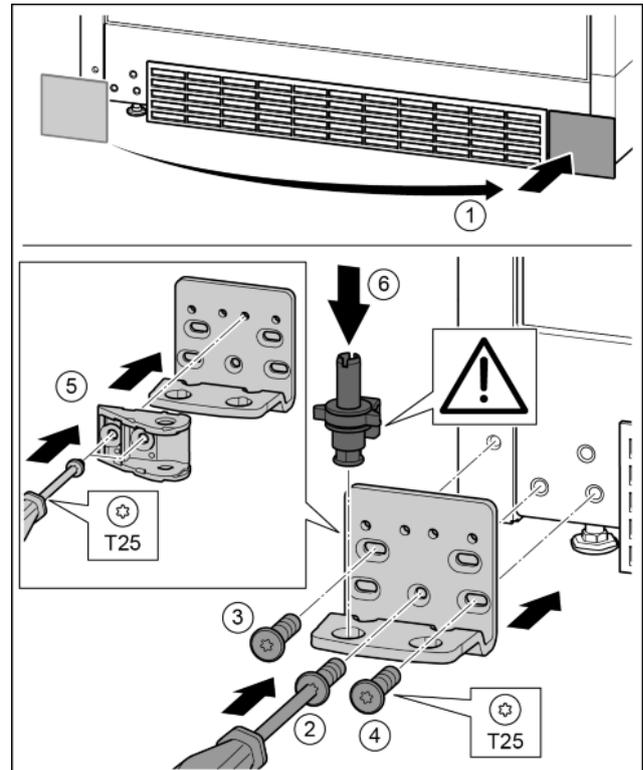

Fig. 31
- ▶ Enlever le cache et le mettre de l'autre côté. *Fig. 31 (1)*
- ▶ Poser le support de palier de l'autre côté et le visser à l'aide d'un tournevis T25. Commencer par la vis 2 en bas au milieu. *Fig. 31 (2)*
- ▶ Visser les vis 3 et 4. *Fig. 31 (3, 4)*
- ▶ Tourner le joint amortisseur de fermeture de 180°. La visser de l'autre côté du support de palier avec un tournevis T25. *Fig. 31 (5)*
- ▶ Mettre en place l'axe de palier complet. Veiller à ce que l'ergot d'enclenchement soit orienté en arrière. *Fig. 31 (6)*